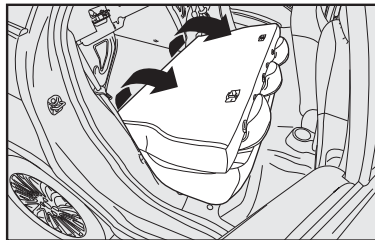

fig. 84
4) Rebater para a frente o encosto, passando os cintos pelos lados, até que este se apoie sobre o assento traseiro **fig. 84**.